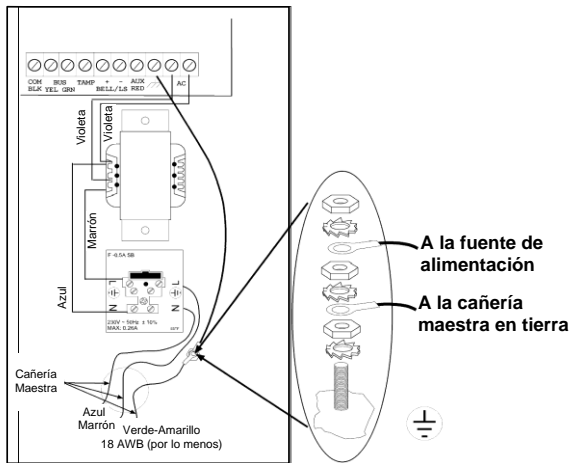

Figura 6: SMPS – Conexión CA & Tierra
- Conecte el cable de entrada de la cañería maestra al fusible principal del bloque de terminales como presentado en la Figura 6: SMPS – Conexión CA & Tierra: